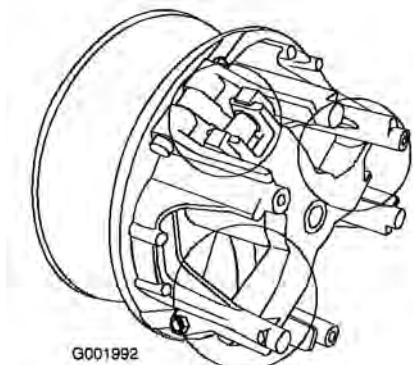

図 56
- 図 56で○で囲んで表示している部分の可動部にToro 潤滑剤 (Toro 代理店で購入可能) をスプレーする。